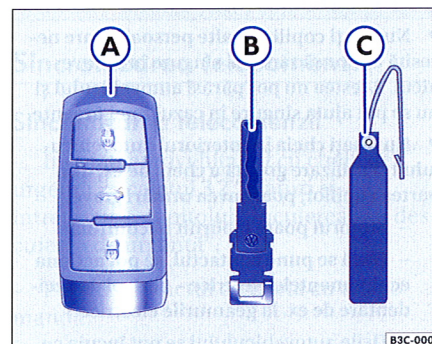

Fig. 25 Setul de chei
- două¹⁹⁾ chei cu telecomandă ⇒ fig. 25 A cu cheie de urgență B,